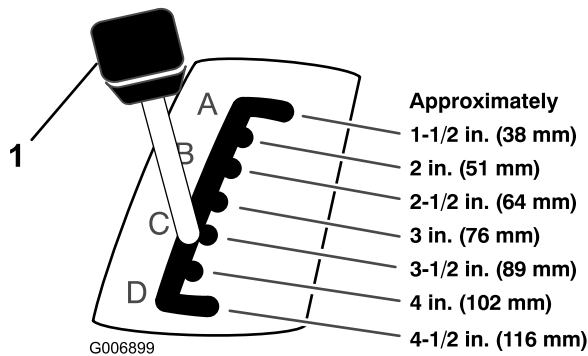

Figure 7
5. Tirez le levier de hauteur de coupe sur le tracteur et sélectionnez la position souhaitée (Figure 7).